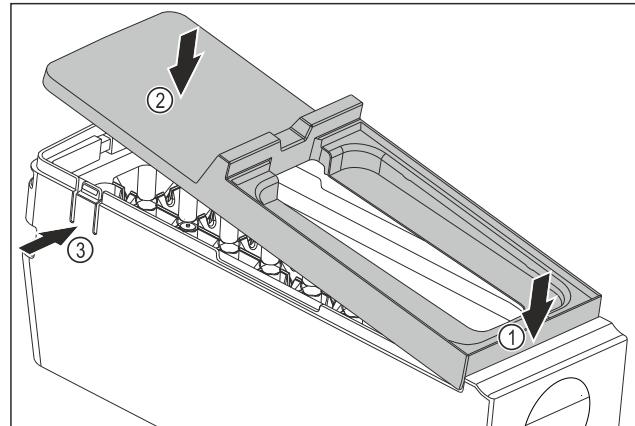

Fig. 81
- Монтаж на капака на корпуса на EasyTwist-Ice: Поставете капака отпред. Fig. 81 (1)
- Спуснете капака отзад. Fig. 81 (2)
- Капакът се фиксира с щракване в двете езичета Fig. 81 (3).